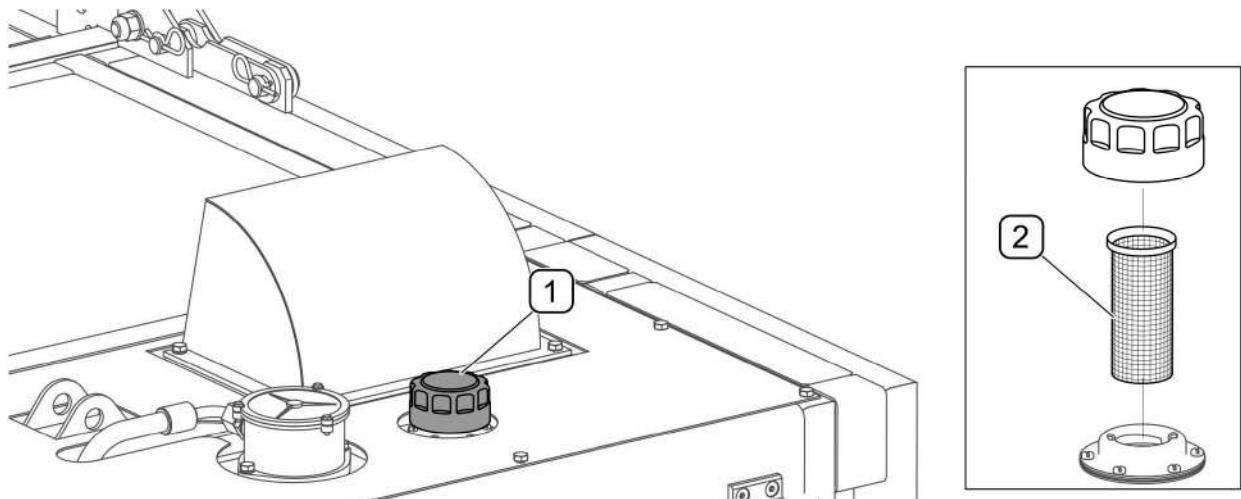
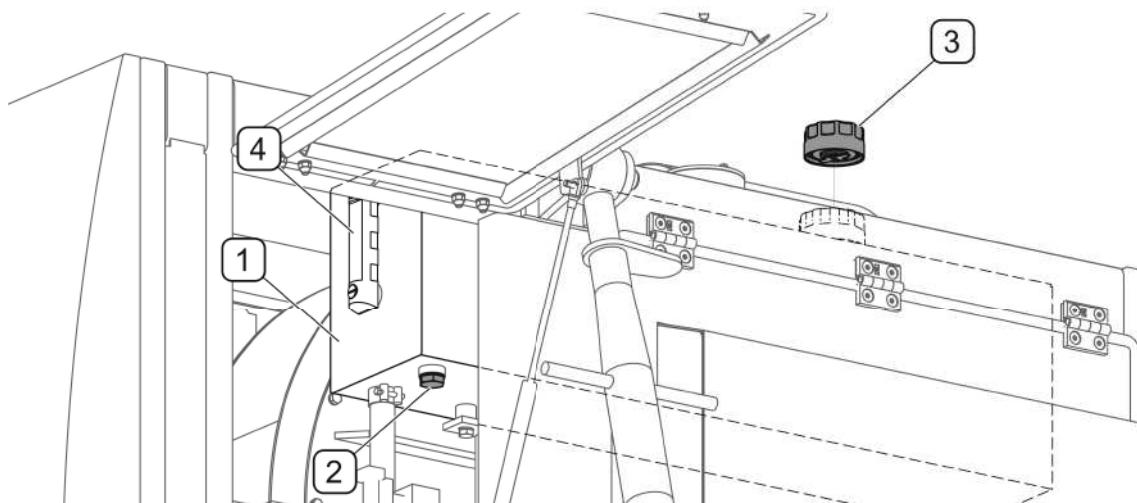

РИСУНОК 5.21А Фильтрующая сетка
РИСУНОК 5.22А Замена масла в маслобаке гидравлической системы
Фильтрующая сетка (РИСУНОК 5.21А) устанавливается в заливном отверстии. Ее нужно регулярно очищать. Отвинтить пробку (1), извлечь фильтрующую сетку (2) и промыть раствором моющего средства.
(1)- пробка отверстия для залива масла; (2)- сетчатый фильтр
В маслосборник (1) гидравлической системы вмещается 40 литров гидравлического масла HL-32. Необходимо периодически проверять уровень масла на указателе уровня масла (4) (РИСУНОК 5.22А). При замене масла необходимо заменить вкладыш возвратного масляного фильтра (РИСУНОК 5.20А) и очистить сетчатый фильтр в заливном отверстии (РИСУНОК 5.21А). Удаление воздуха из гидравлической системы осуществляется автоматически во время работы машины.
Для замены масла необходимо (РИСУНОК 5.22А):